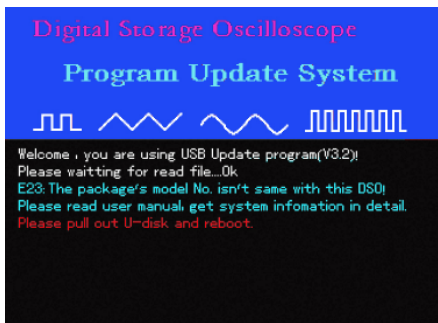

图5-12
7、升级时，读取程序升级包信息，发现程序升级包的型号与当前示波器不一致，将出现图5-12所示，提示“程序升级包的型号与当前示波器不一致，请阅读用户手册，在UTILITY的系统信息中查阅示波器型号，获取与待升级示波器型号一致的升级包。请拔出U盘，重启示波器”。